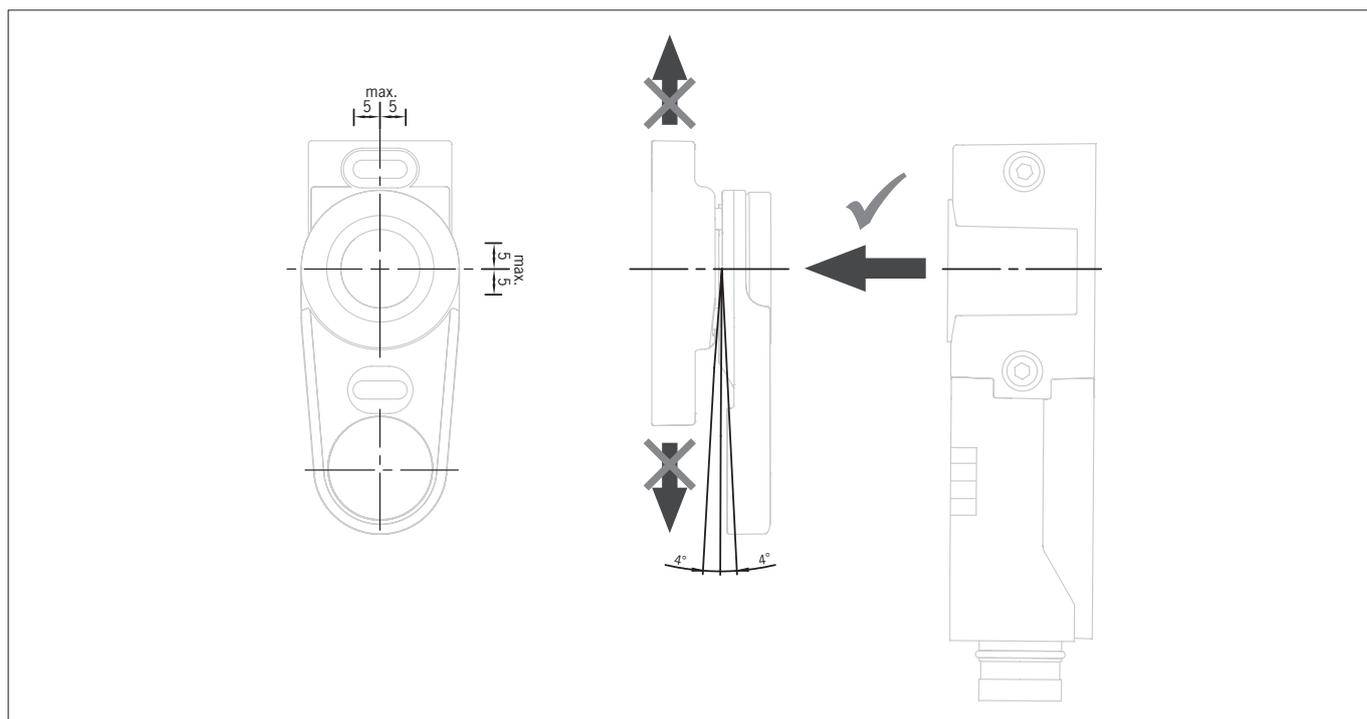

Figure 3 : Sens d'attaque, désaxage maximal et déviation actionneur maximale
- › L'actionneur doit s'éloigner de manière frontale par rapport à l'interrupteur lors de l'ouverture de la porte de protection (voir Figure 3 : Sens d'attaque, désaxage maximal et déviation actionneur maximale à la page 10).